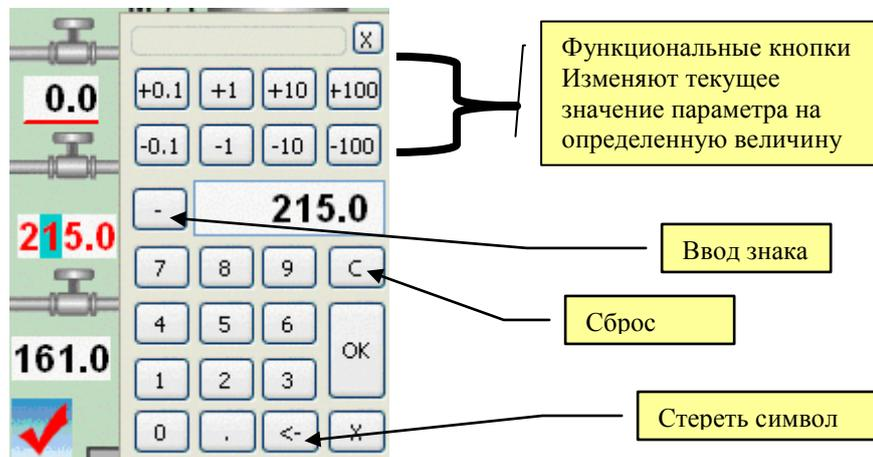

Рис.3. Виртуальное цифровое поле
- Нажмите **правую** клавишу “мышь” на выбранном параметре для вызова виртуального цифрового поля (рис.3).